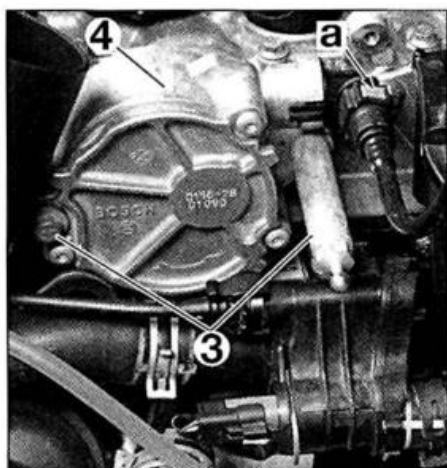

FIG. 21
- Separar la toma de depresión en "a" (fig. 21).
- los tornillos (3),
- la bomba de vacío (4).